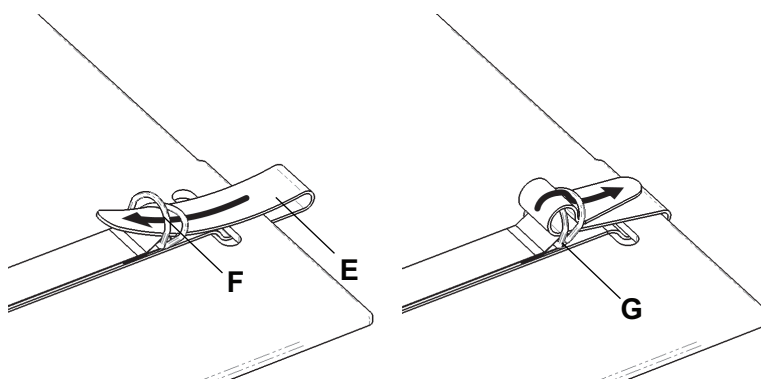
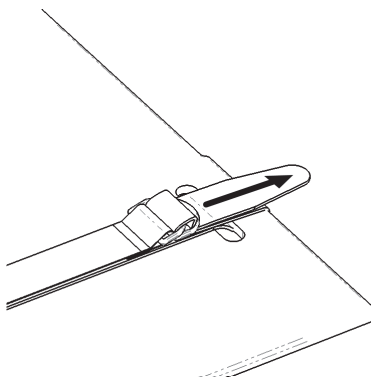

Figure 2 – sangle d’arrimage
Figure 3 – Tirer la sangle d’arrimage
9. Passer la sangle d’arrimage (E) à travers les anneaux en D (F), (Figure 2).
10. Passer la sangle d’arrimage entre les anneaux en D (G) en formant une boucle (Figure 2). Tirer la sangle d’arrimage jusqu’à ce qu’elle soit bien fixée (Figure 3).